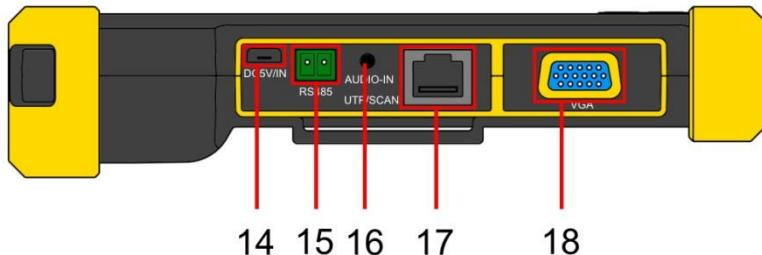
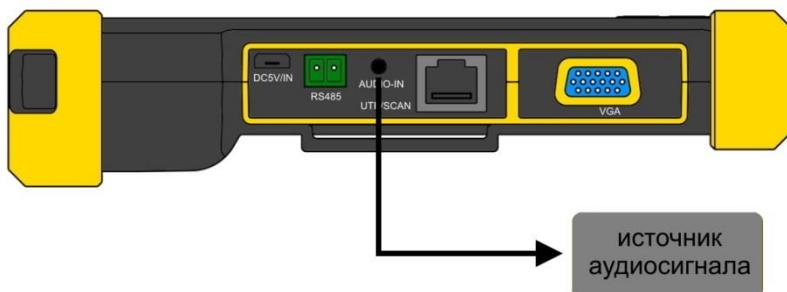

Рис. 5 Тестер TSH-H-5, разъемы нижней панели
Рис. 19 Подключение источника аудиосигнала к тестеру
При подключении поворотной PTZ видеокамеры дополнительно используется клеммная колодка RS485 (15) Рис. 5 (соответствующий кабель входит в комплект). Остальные подключения видеокамеры к тестеру выполняются аналогично п.5.1.
Подключение устройств с интерфейсом VGA производится к входу с обозначением VGA на нижней панели тестера (18) Рис. 5. Тестер в этом режиме работает как монитор.
Данная функция тестера позволяет прослушивать аудиосигнал от внешнего источника. Для включения этой функции достаточно соединить кабелем TRS 3.5 из комплекта поставки разъем AUDIO-IN (16) Рис. 5 и источник сигнала (Рис. 19).